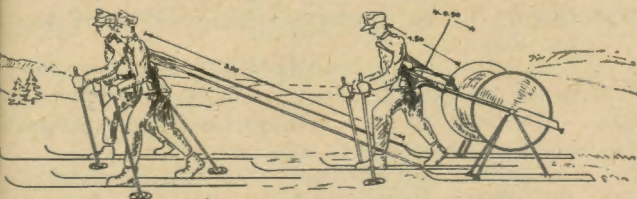

Bild 12. Verlegen von FF-Kabeln mit Stiern.
2. **Feldfernkabel:** Ob Tief- oder Hochbau zweckmäßig, siehe D, I, 3. Beim Tiefbau Kupplungsstücke zur leichteren Störbeseitigung an Stangen oder Bäumen hochführen, in $1\frac{1}{2}$ bis 2 m Höhe mit Leinenband befestigen und kennzeichnen, scharfe Biegungen und Knick vermeiden. Vorsicht bei Abbau, vor allem, falls FF-Kabel angefroren. Beim Hochbau auf besonders großen Durchhang und Unterstützung etwa alle 15 m achten. Verlegen von FF-Kabeln mit Stiern s. Bild 12.